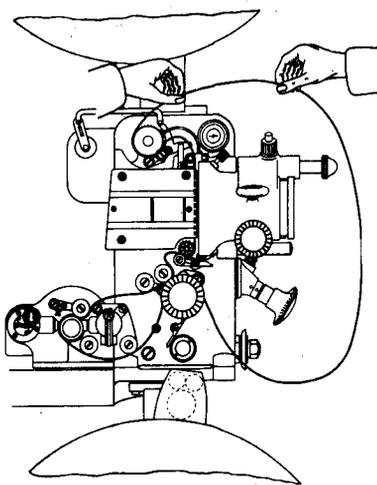

Fig. 13
- Eine neue 2 m lange endlose Filmschleife in der in Fig. 13 angegebenen Weise in Projektor und Lichttongerät einlegen, etwa 50mal umlaufen lassen und kontrollieren wie oben.